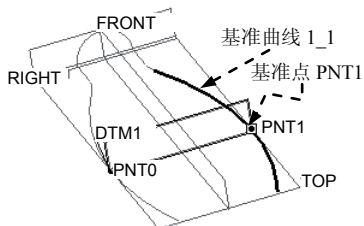

图 6.7.11 创建基准点 PNT1
Step7. 创建图 6.7.11 所示的基准点 PNT1。
(2) 如图 6.7.11 所示，选择基准曲线 1_1，按住 Ctrl 键，再选择基准面 DTM1，在“基准点”对话框中单击按钮。